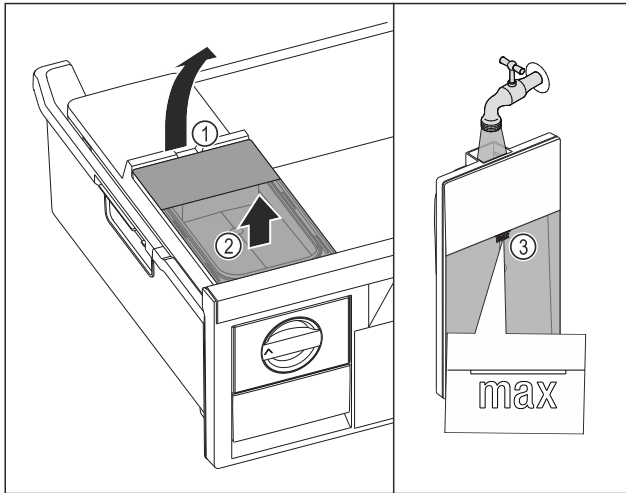

Fig. 100
- ▶ Wassertank an der Aussparung Fig. 100 (1) anheben.
- ▶ Wassertank nach oben entnehmen. Fig. 100 (2)
- ▶ Wassertank bis zur Markierung Fig. 100 (3) mit Trinkwasser befüllen.